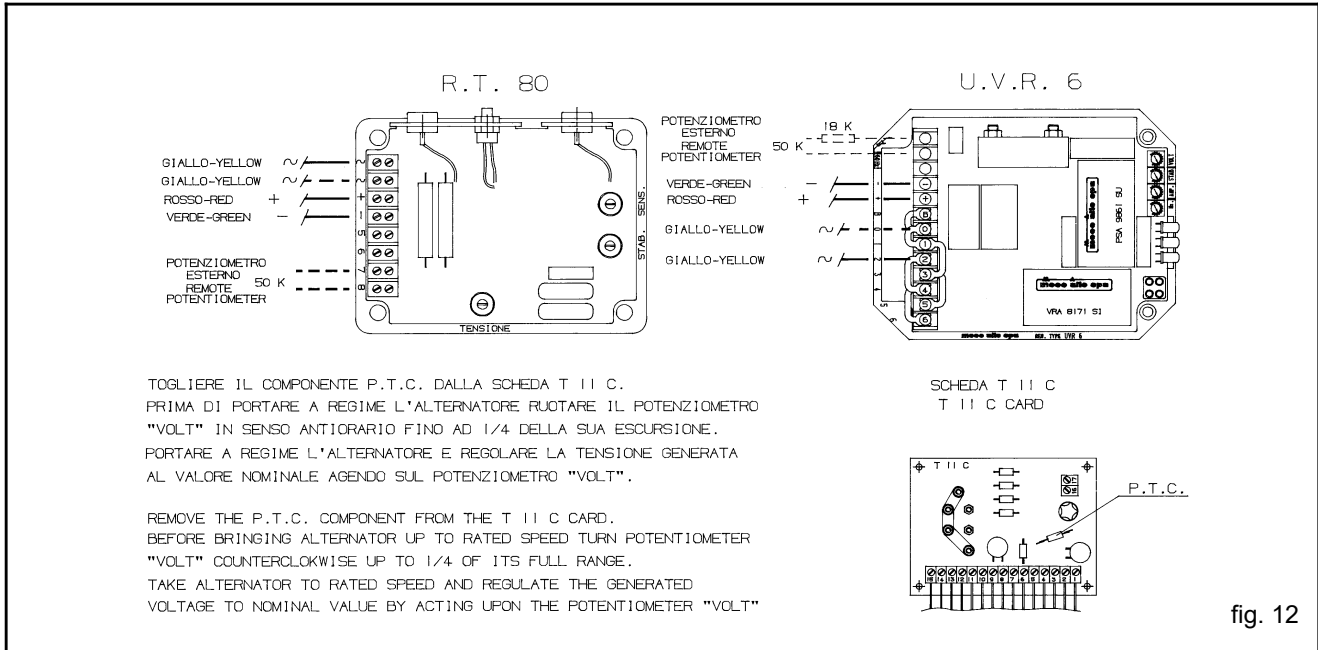

fig. 12
2.8.1) Sostituzione del regolatore RT80 (fig. 12)
2.8.1) Replacing the RT80 regulator (fig. 12)